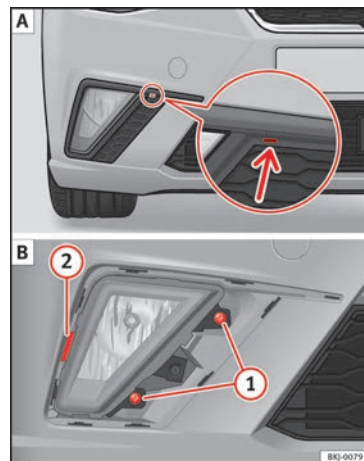

Fig. 99 Phare antibrouillard.
1. Soulevez l'encoche » fig. 99 A (flèche) à l'aide d'un tournevis. Déclipsez ensuite les clips situés autour de la grille en effectuant un léger mouvement de levier.
2. Retirez les deux vis ① B et faites levier sur le clip ② pour retirer le phare antibrouillard.